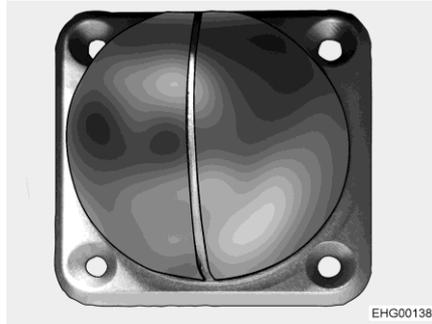
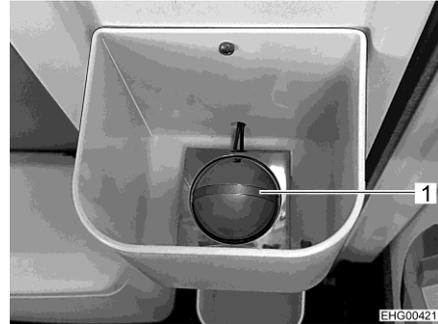

Bild 63 Dockingstation (aktiv und passiv)
Bild 64 Aktive Dockingstation an der Eingangstür
Aktive Dockingstationen (Bild 63) können sich an unterschiedlichen Orten im Fahrzeug befinden, z. B. in der Ablage der Eingangstür (Bild 64,1) oder im Alkoven.
Die mobile Leuchte ist zusammengeschoben (Bild 65) und wird auf eine passive Dockingstation (Bild 63) gesteckt. Verwendungsbeispiel: im Alkoven
- Leuchte zusammenschieben (Bild 65) und auf aktive Dockingstation (z. B. Bild 64,1) stecken.